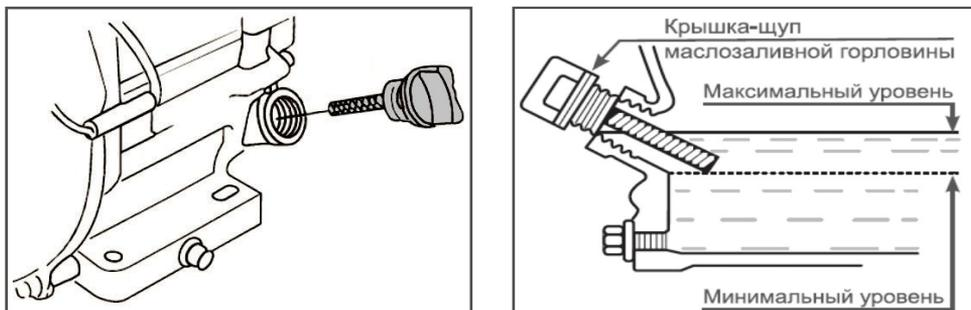

Рис. 5
- Отверните крышку маслосливной горловины (Рис. 5) из картера двигателя, достаньте шуп.
ВНИМАНИЕ! Максимальный уровень масла в картере соответствует нижней кромке заливного отверстия (Рис. 5)